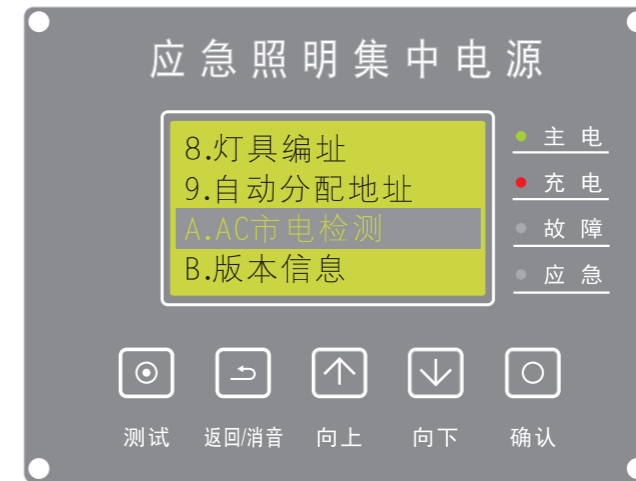

图29
(11)、AC市电检测：在主屏时，按【确认】键进入菜单，按【向上/向下】键选择【AC市电检测】（如图29）按【确认】键进入。